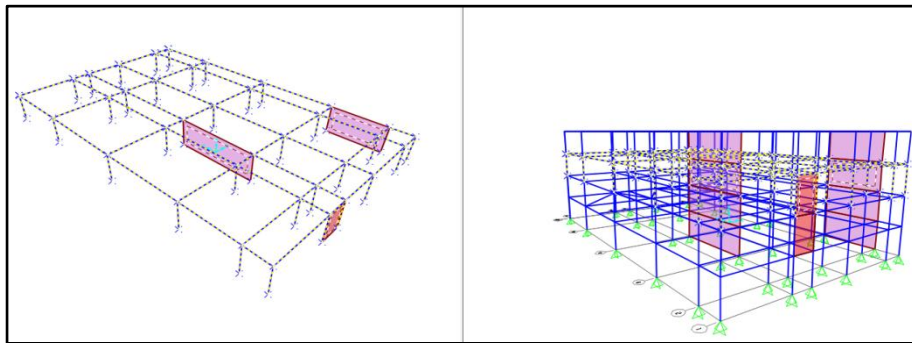

Figura 10. Planta de interés seleccionada para exportarlas tablas [SAP 2000].
4. Seleccionar los elementos de interés (The floor) y estar seguros de haber seleccionado las uniones superiores e inferiores de los soportes (“columns” and “shear walls”), tal como se muestra en la Figura 10.